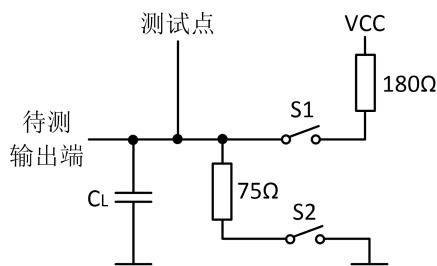

图 1 开关特性测试电路
3. 测试电路如图 1，其中 CL 包括了探针和插座的寄生电容；输入信号由波形发生器提供，且输入信号应当满足： $\text{PRR}\leq 1\text{MHz}$ ,  $Z_o\approx 50\Omega$ ,  $t_r\leq 15\text{ns}$ ,  $t_f\leq 6\text{ns}$ ；每个使能端都是单独测试的。